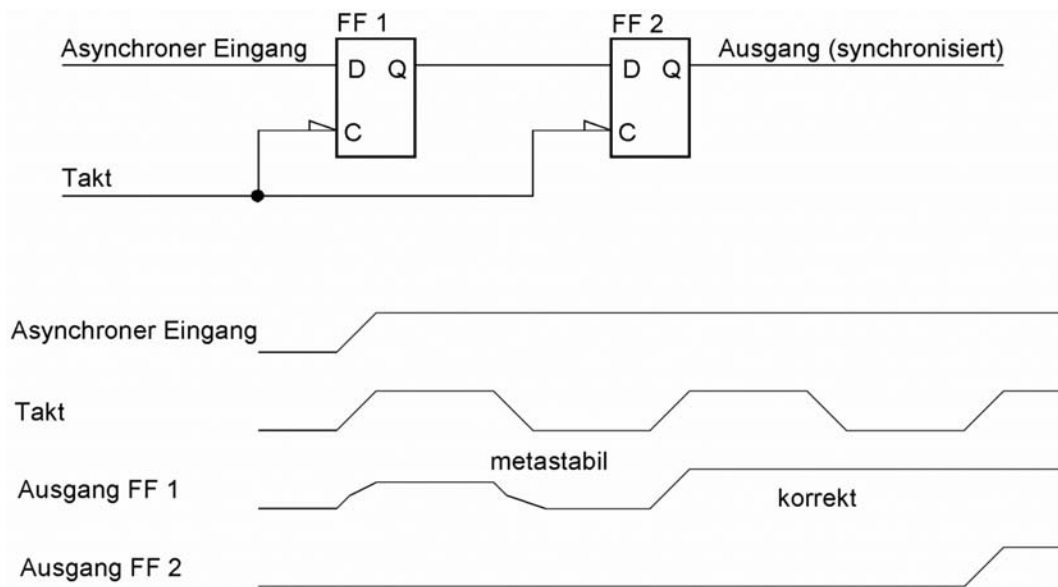

Abb.1.8 Doppelsynchronisation (nach Texas Instruments)
- durch Hintereinanderschalten von zwei Flipflops wird die Wartezeit gleichsam automatisch gewährleistet (Doppelsynchronisation; Abb. 1.8). Das Signal wird dadurch um eine weitere Taktperiode verzögert.